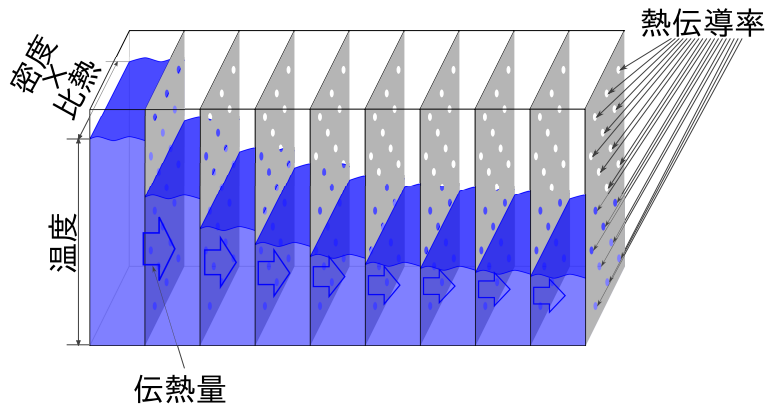

図 1 水槽での比喻
熱拡散率は式 (1) の定義からでは、どのような意味を持つ値なのかがわかりにくい。熱伝導率と熱拡散率（温度伝導率）の関係を想像しやすいように、熱と温度を水槽に貯まる水の量と水位に例える。図 1 のように細長い水槽が並んでいて左から水が入り、水槽の間の壁には穴があいていて隣の水槽に水が流れ込む水槽の列を考える。流れてくる水の量が伝熱量（伝わる熱の量）に、水槽の水位の変化が温度の変化に対応する。水槽の奥行きが密度  $\rho$ （単位：kg/m3）×比熱  $c_p$ （単位：J/(kg K)）に対応し、奥行きが深いと水が貯まっても水位は変化しづらい（密度×比熱が大きいと熱が伝わっても温度が変わりにくい）。温度差が増えると伝わる熱の量も増えるように、水位の差が大きいと流れ込む水の量も増える。